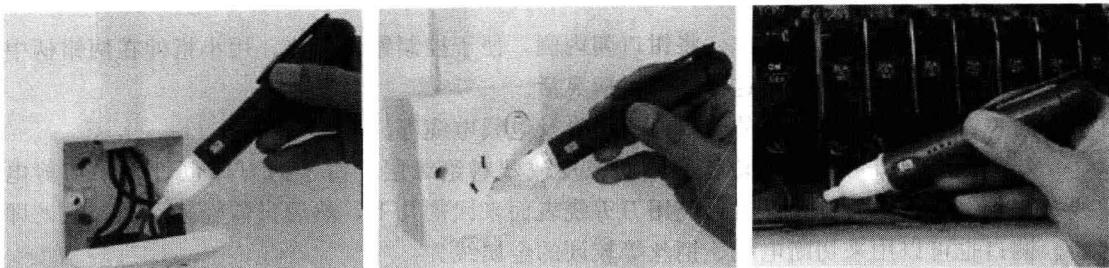

图 1-10 感应式试电笔应用示例
① 钢笔式试电笔的形状为书写用的钢笔，最大的优点是因为它有一个挂鼻，所以便于使用者随时随地随身携带。
② 螺丝刀式试电笔的形状为一字螺丝刀，可以兼作试电笔和一字螺丝刀用。
③ 感应式试电笔采用感应式测试，无需物理接触，可检查控制线、导体和插座上的电压或沿导线检查断路位置（特别适合于检查墙壁上暗敷设的导线），如图 1-10 所示。有的感应式试电笔还有听觉和视觉双重提示，因此极大地保障了操作者的人身安全。
(2) 钢笔式和螺丝刀式试电笔的使用方法